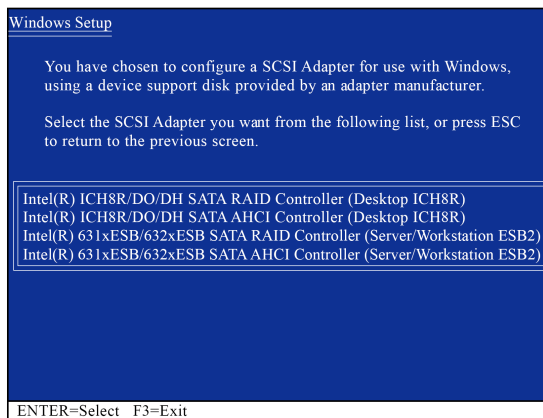

図 16
キーボードの矢印キーを使用して、Intel(R) ICH8R/DO/DH SATA RAID Controller (Desktop ICH8R)(注)を選択し(図 16)、ENTER を押します。システムはフロッピーディスクから SATA をロードします。